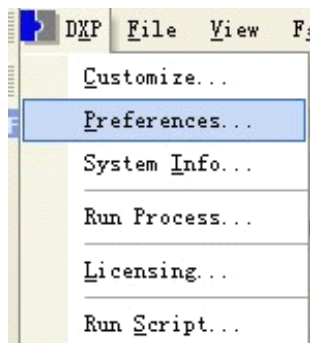

图 1-1-8 DXP 菜单选项
1、如图 1-1-8 单击主主菜单 DXP 选项，选择 Preferences...选项。跳出对话框